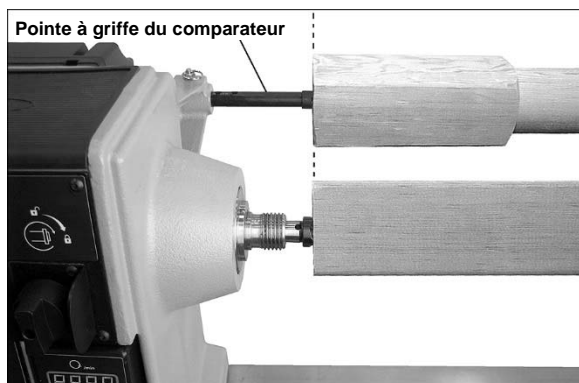

Figure 8-6 : Comparateur
1. Installer la *pointe à griffe* du comparateur dans le support de protection, en soulevant sur le poussoir et en insérant la pointe à griffe du comparateur jusqu'à ce que son bout soit quasiment aligné avec le bout de la pointe à griffe dans la broche de la poupée fixe. Voir la Figure 8-6. Le poussoir dans le support doit s'engager dans l'un des trous dans la pointe du comparateur dans cette position.